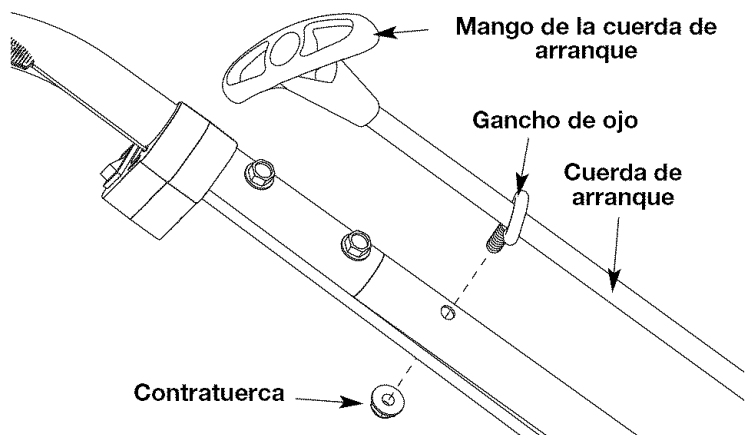

Fig. 6
12. Alinee el control del regulador con el agujero del lado derecho del mango (Fig. 6).
17. Tire de la cuerda de arranque y deslicela a través del gancho de ojo (Fig. 6).